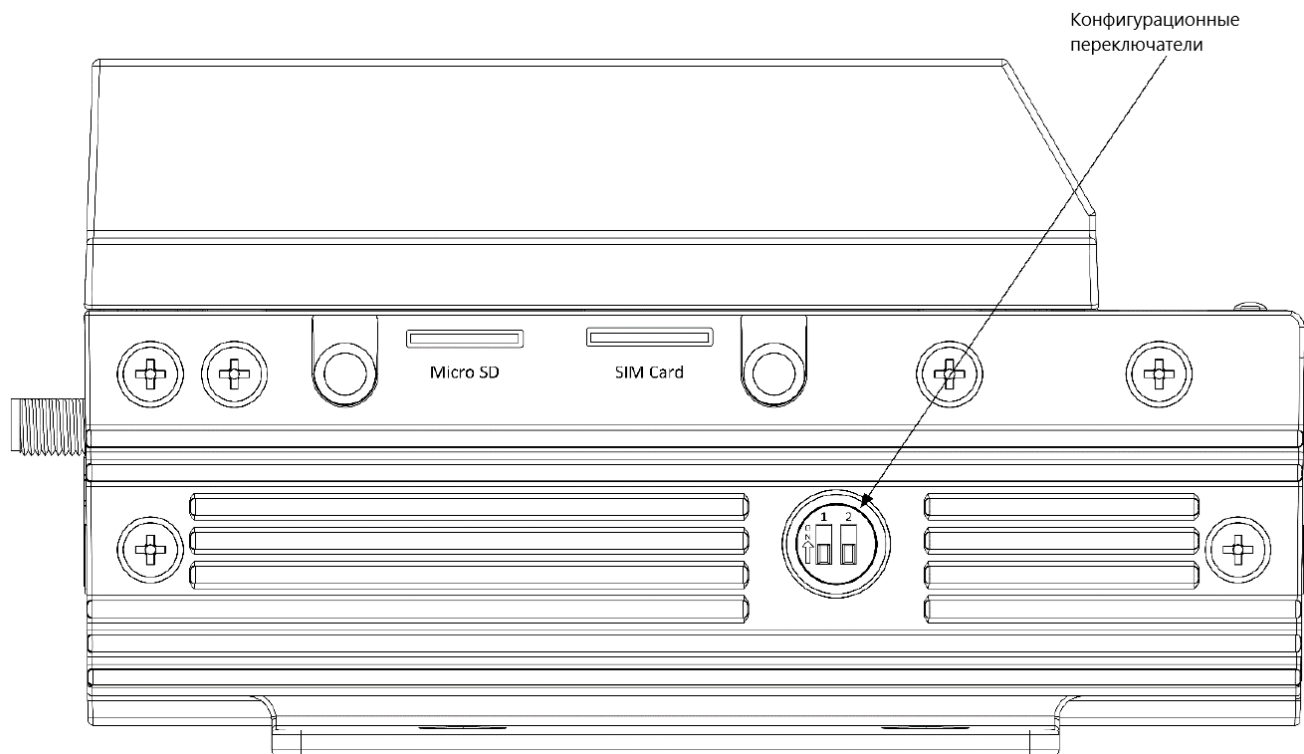

Рисунок 1-2 — Включение защищенного режима переключателями конфигураций (крышка снята)
1. Удалите небольшую круглую заглушку из левой боковой панели HCC2. Расположение переключателя показано на Рисунок 1-2.